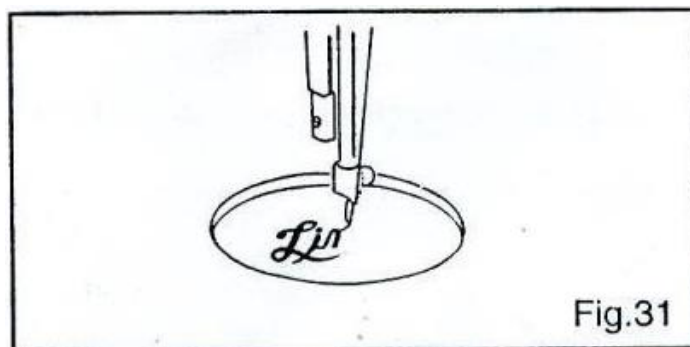

Fig.31
4. Убедитесь в том, что ткань прочно закреплена между внутренней и внешней пластинами и хорошо натянута. В противном случае могут образовываться пропуски стежков, обрыв нитей и ткань будет морщиться. (Рис. 31)